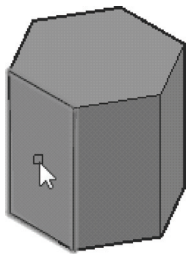
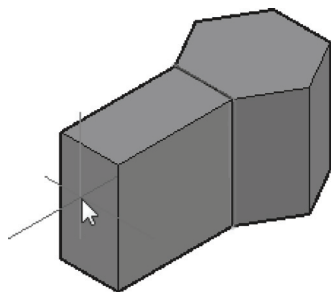

图 14-43 选择要拉伸的实体面
图 14-44 按住并拖动
- 2 在功能区“实体”选项卡的“实体”面板中单击“拖动并按住”按钮 ，选择图 14-43 所示的一个实体面作为要修改的面对象，移动光标至图 14-44 所示的位置处单击